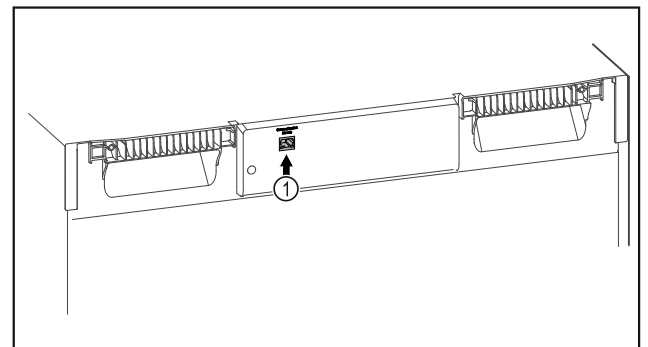

Fig. 110
- SmartModule Fig. 110 (1) er sat i.